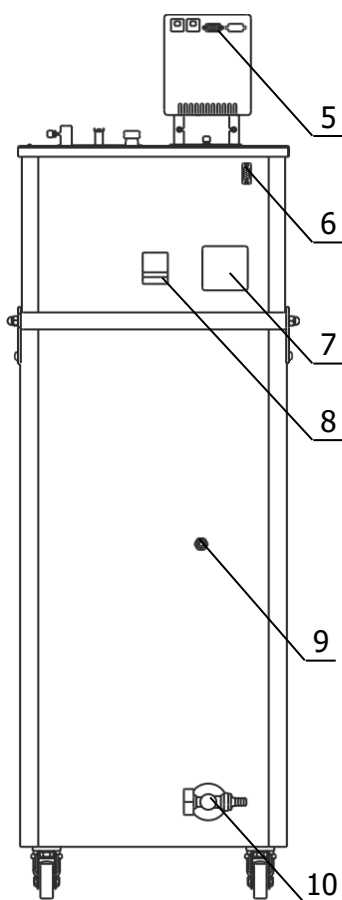

Рисунок 3 — Задняя панель термостата
2.2.5 К переливному штуцеру 9 (рисунок 3) присоединить гибкий шланг, второй конец которого опустить в емкость для сбора излишков теплоносителя объемом 1.5–2 литра.
2.2.7 Вставить вилку сетевого кабеля блока регулирования в розетку 7 (рисунок 3). Соединить кабелем из комплекта поставки блок регулирования (разъем 5) и холодильную машину (разъем 6). Сетевой кабель термостата подключить к питающей сети. Для этого в лабораторном помещении должна быть установлена электрическая розетка из комплекта поставки термостата.
2.2.8 Автоматический выключатель 8 (рисунок 3) перевести в положение «включено».
2.2.9 При первом запуске термостата необходимо включить блок регулирования в режиме прокачки в соответствии с документом ТКЛШ 3.222.009-11 РЭ «Блоки регулирования температуры погружные циркуляционные M11, M11M серии МАСТЕР». При работе циркуляционного насоса уровень теплоносителя в рабочей ванне поднимается, и теплоноситель начинает равномерно переливаться в основную ванну. При этом уровень теплоносителя в основной ванне падает, что может привести к срабатыванию защиты от недостаточного уровня теплоносителя. Доливать теплоноситель следует до момента начала слива из переливного штуцера 9 (рисунок 3).
2.4.2 Надеть сливной шланг из комплекта поставки на кран 10 (рисунок 3) и закрепить его хомутом. Свободный конец шланга опустить в емкость для сбора теплоносителя объемом, превышающим объем термостата.